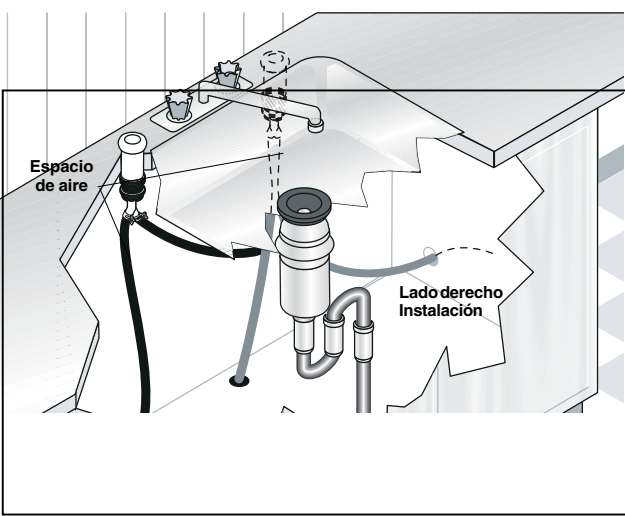

Figura 8
- Si se utiliza un sifón para la conexión, es posible que las normas locales requieran la instalación de un kit de espacio de aire/respiradero, (no incluido). La manguera de desagüe se instalará desde el lavavajillas hasta la entrada del respiradero (espacio de aire), como se muestra en la **figura 8**. Es posible adquirir un kit de espacio de aire/respiradero en cualquier tienda de venta de artículos de plomería. (Si la manguera de desagüe se instala a través del piso, es necesario un espacio de aire/respiradero).